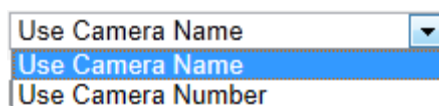

図 6-21 子ディレクトリ
- ◆ **子ディレクトリ:**親ディレクトリの中に作成できるサブフォルダです。ファイルは FTP サーバー上のサブフォルダに保存されます。フォルダの名前は以下に 図 6-21 で示すように定義されます。